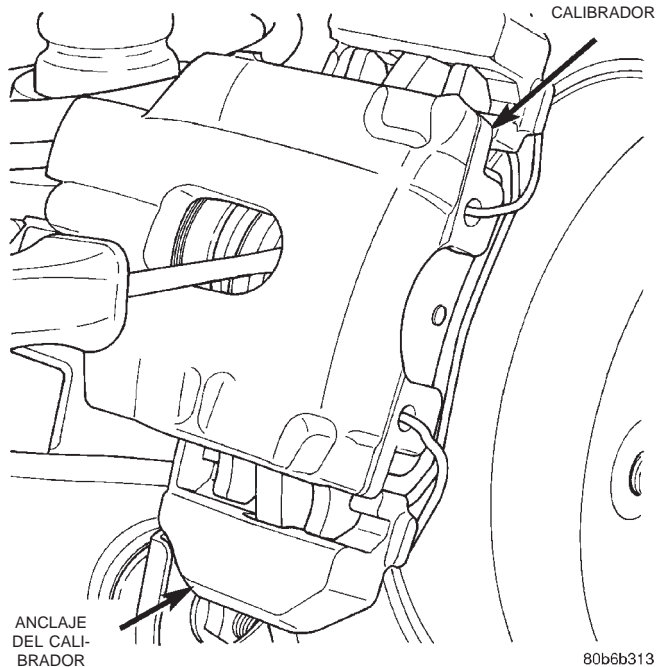
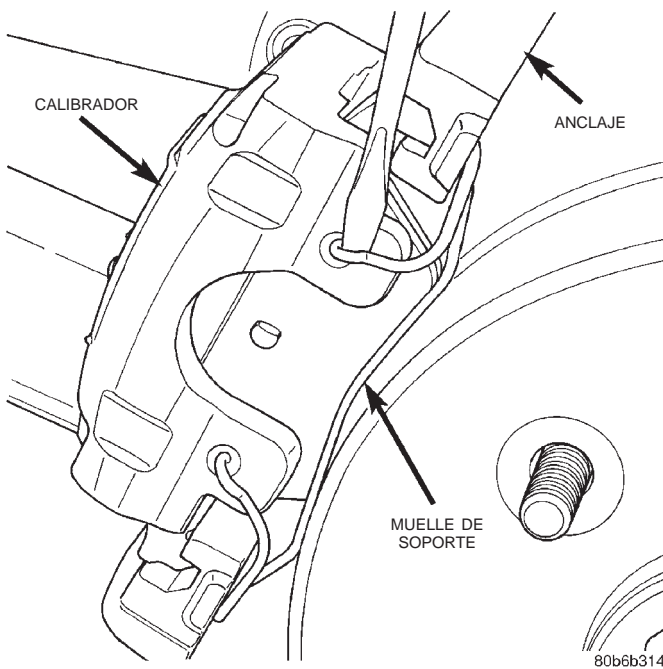

Fig. 33 Bajando el pistón de calibrador
Fig. 34 Muelle de soporte del calibrador
- (1) Eleve y apoye el vehículo.
- (2) Retire el conjunto de rueda y neumático trasero.
- (3) Drene una pequeña cantidad de líquido del depósito del cilindro maestro empleando una pistola de succión **limpia**.
- (4) Baje los pistones de calibrador dentro del calibrador haciendo palanca sobre el calibrador (Fig. 33).
- (5) Retire el perno banjo de la manguera de freno y deseche las arandelas de la junta.
- (6) Retire el muelle de soporte del calibrador haciendo palanca en el muelle hacia afuera del calibrador (Fig. 34).